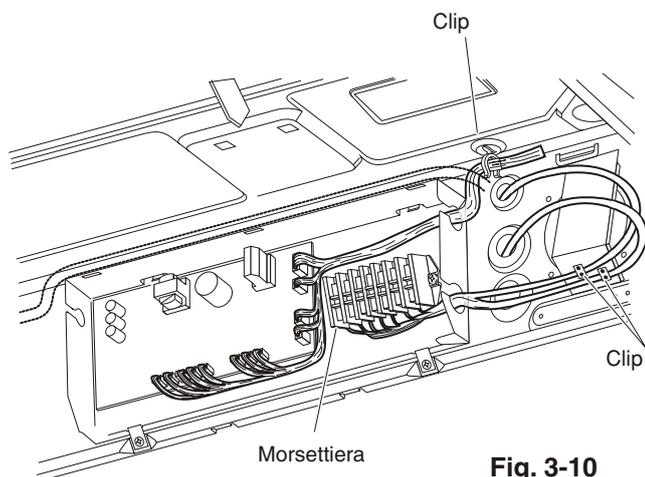

Fig. 3-10
- (5) Rimontare il pannello laterale.
- (6) Far passare il cavo isolato del ricevitore con il cavo del motorino FLAP. (Fig. 3-10)